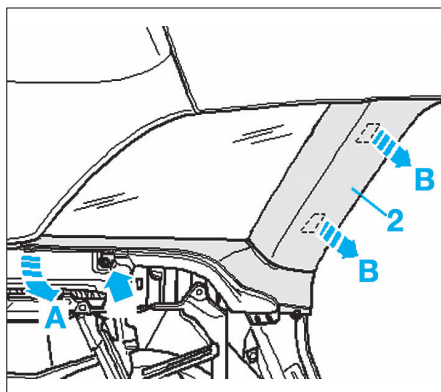

FIG. 87
- Dégrafer les garnitures supérieures des pieds arrière (2) (Fig.87).